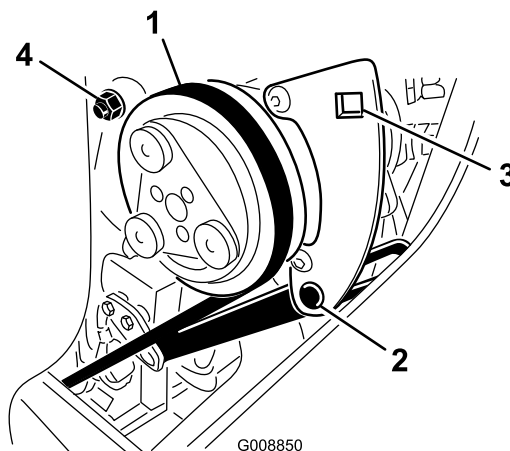

Bild 80
1. Lösen Sie die Drehschraube und die Einstellschraube des Kompressors (Bild 80).
2. Setzen Sie einen Schraubenschlüssel in das rechteckige Loch in der Kompressorhalterung ein (Bild 80).